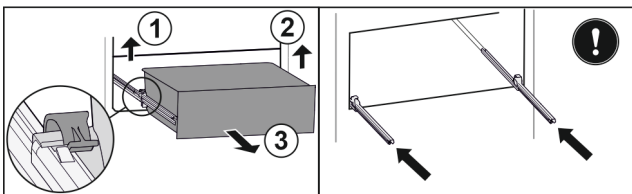

Fig. 128
- ▶ Linke Klemme anheben und gleichzeitig Schubfach links nach vorne ziehen. Fig. 128 (1)
- ▶ Rechte Klemme anheben und gleichzeitig Schubfach rechts nach vorne ziehen. Fig. 128 (2)
- ▶ Schubfach nach vorne entnehmen. Fig. 128 (3)